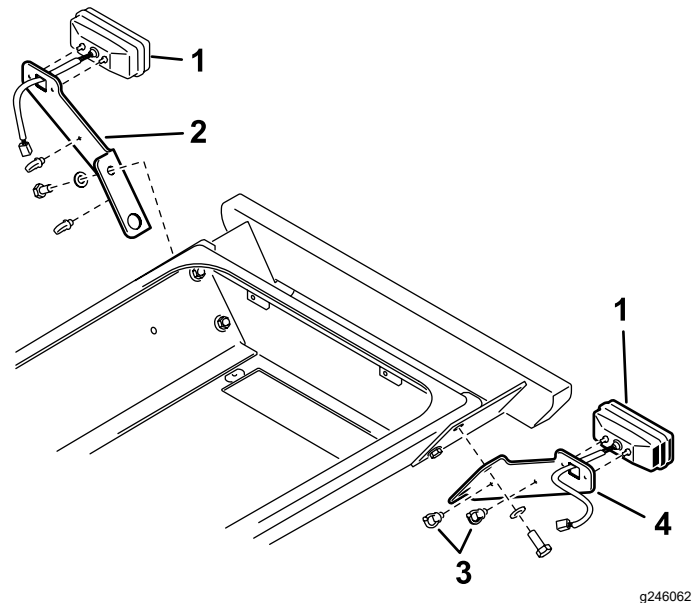

Figura 15
2. Con il bullone, la rondella e il dado rimossi in precedenza, fissate il supporto del fanale sinistro alla staffa e al telaio (Figura 15). Accertatevi che il foro inferiore nel supporto del fanale sia posizionato sopra il bullone di fissaggio inferiore del paraurti.
3. Montate il fanale posteriore sul relativo supporto con i bulloni e i dadi forniti con il fanale (Figura 15).